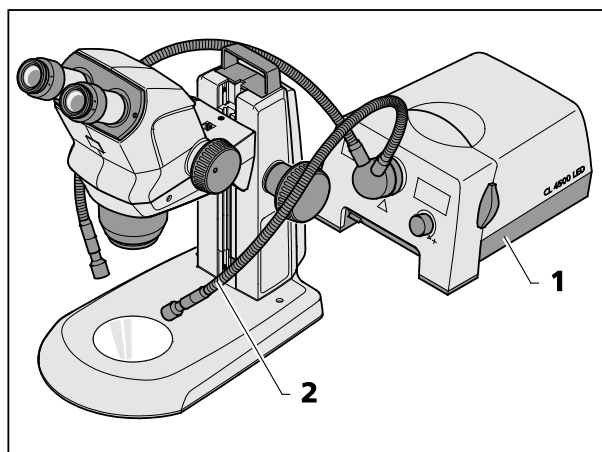

Bild 10 Externe faseroptische Beleuchtung montieren
- Externe faseroptische Beleuchtung (Bild 10/1) einschalten, Beleuchtungsintensität regeln und durch Verbiegen der beiden Schwannenhälse (Bild 10/2) die Beleuchtung so einstellen, dass das Objekt optimal ausgeleuchtet wird.